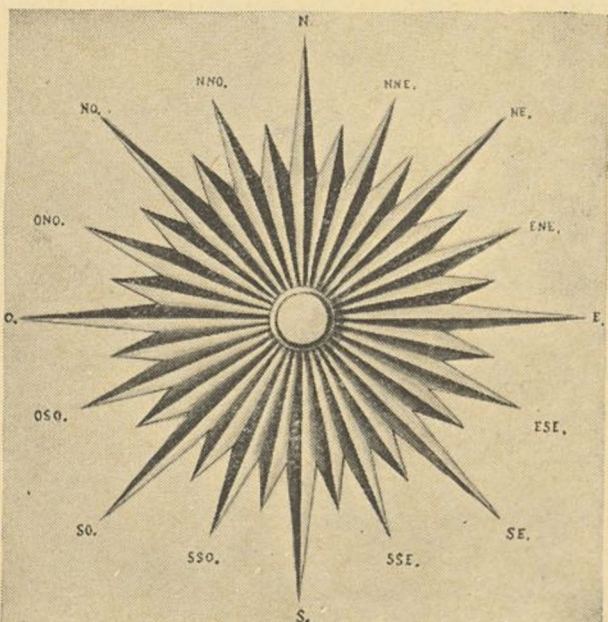

Fig. 9
Así, los vientos se clasifican en 32 rumbos, señalados en la llamada *rosa de vientos* (fig. 9). Para construirla, sobre un plano horizontal se trazan las rectas perpendiculares que coinciden con las direcciones Norte-Sur y Este-Oeste geográficas; y así, a partir del punto de intersección, se tienen cuatro rumbos: Norte (N), Sur (S), Este (E) y Oeste (W), entre los cuales queda dividido el horizonte en cuatro cuadrantes. Las bisectrices de los cuatro ángulos rectos, señalan otros cuatro rumbos: Nordeste (NE), Sureste (SE), Suroeste (SW). Cada uno de los ocho ángulos de 45° así resultantes, se divide en cuatro partes, a las cuales se da el nombre de cuartos, indicados por los nombres correspondientes a cada uno de los símbolos que vienen indicados en la figura 9.